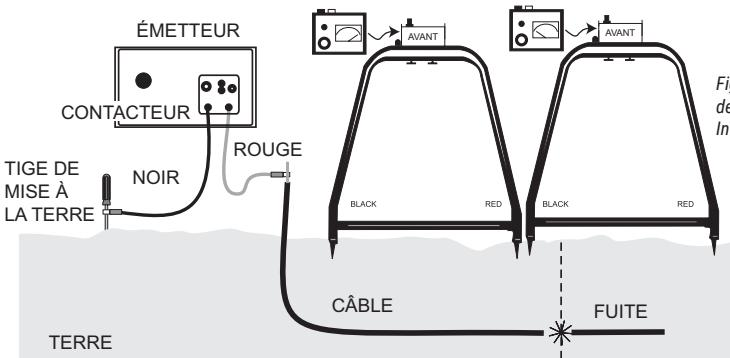
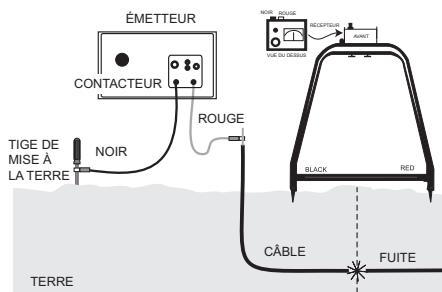

Figure 3. Chemin de câble-sonde – Inversion
Figure 4. Récepteur de remise à zéro – Premier essai
5. Allumez le récepteur. Vérifiez l'état de la batterie en appuyant sur le bouton de test de la batterie et observez le contrôleur. Enfoncez dans la terre les sondes du cadre en « A ». (Voir la figure 3.) Si toutes les sondes sont correctement mises à la terre, le récepteur s'activera en direction de la fuite (loin de l'émetteur) en synchronie avec le bippeur de l'émetteur. Réglez toujours la sensibilité du récepteur pour une lecture inférieure à la pleine échelle et corroborez les signaux sonores de l'émetteur avec les indications du contrôleur récepteur.
7. Pendant la vérification, vous observerez une inversion dans le contrôleur récepteur, un signal « noir », lorsque vous aurez passé la fuite. Déterminez l'emplacement exact en déplaçant le cadre en « A » vers le signal « noir » jusqu'à ce qu'il redevienne rouge. (Voir la figure 3.) Déplacez ensuite le cadre en « A » par petits incrémentés en direction du signal rouge jusqu'à ce qu'il redevienne noir ou nul. (Voir la figure 4.)
*Remarque: Le récepteur indiquera une valeur nulle lorsque les sondes enjambent exactement la fuite. Marquez cet emplacement. (Voir les figures 4 et 5.)*